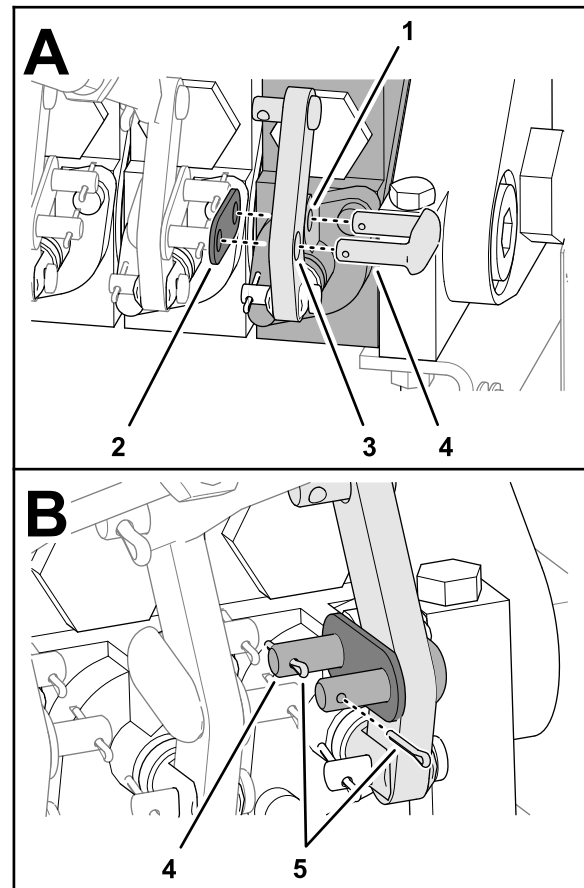

Figura 21
- Introduzca la placa de unión a través de los orificios de la pestaña de montaje de la válvula de control y la palanca de control (Figura 21).
- Sujete el eslabón a la válvula y a la palanca con la placa del eslabón y 2 chavetas (Figura 21).